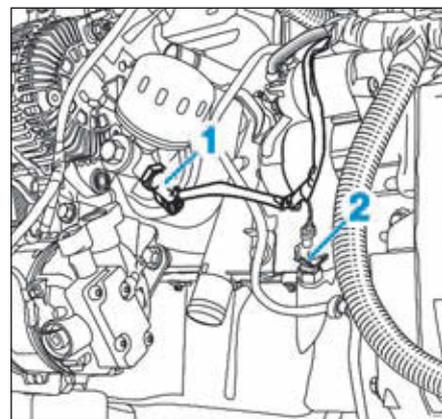

FIG.12
- Débrancher (Fig.12) :
- le connecteur de capteur de pression d'huile (1),
- le connecteur de la sonde de niveau d'huile (2).